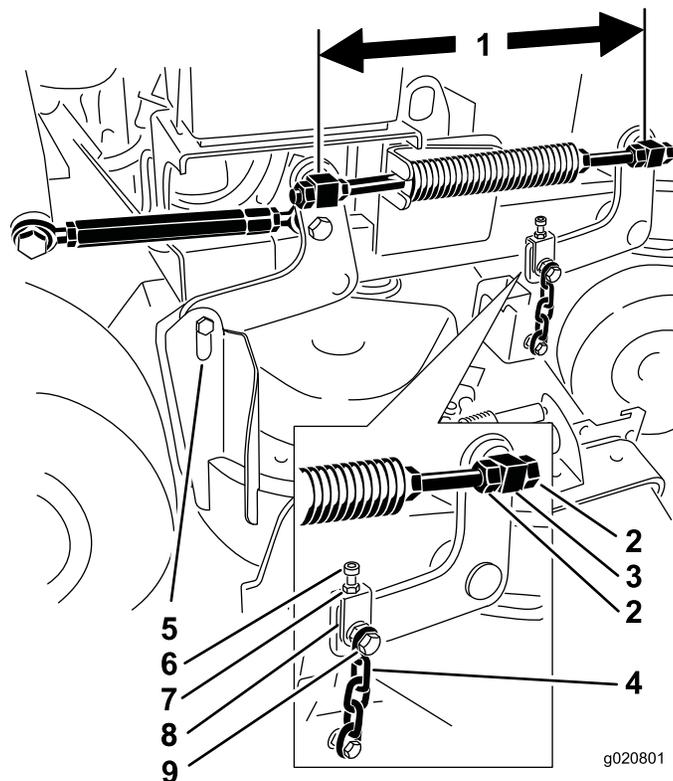

Figure 82
6. Contrôlez la distance entre les centres des pivots (entraxe) sur chaque tige filetée. La longueur nominale est de 49,5 cm pour les plateaux de coupe de 91 cm et de 43,7 cm pour les plateaux de coupe de 102 cm (Figure 82).
11. Si un réglage est nécessaire, desserrez le boulon de chaîne supérieur (Figure 82).
6. Desserrez les boulons de chaîne supérieurs (Figure 82).